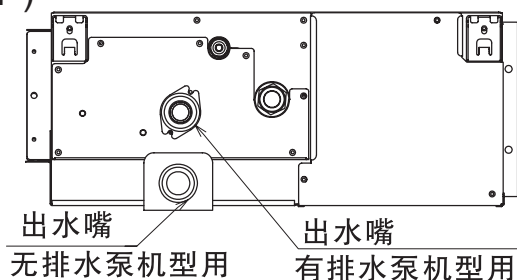

图 9-1
- (1) 排水管的连接位置见图9-1、9-2。
- (2) 准备外径为32mm的聚氯乙烯管。
- (3) 用粘合剂和工厂提供的管箍③固定聚氯乙烯管到排水管⑦上,聚氯乙烯排水管向下倾斜度为1/25~1/100。
- (4) 接好排水管后需裹保温材料⑧。
- (1) 排水管的连接位置见图 9-1、9-3。
- (3) 用粘合剂和工厂提供的管箍③固定聚氯乙烯管到排水管接头上，聚氯乙烯排水管向下倾斜度为 1/25~1/100。
- (5) 如需追加外接排水泵,请与日立公司联系,使用本公司指定的型号。